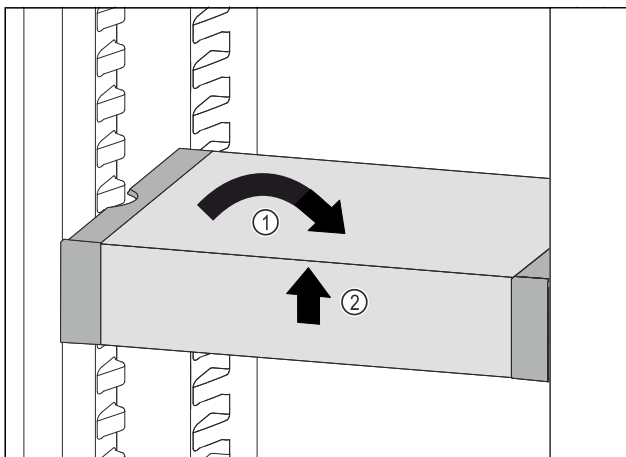

Fig. 99
- VarioSafe recht zetten. Fig. 99 (1)
- VarioSafe aan voorkant optillen. Fig. 99 (2)